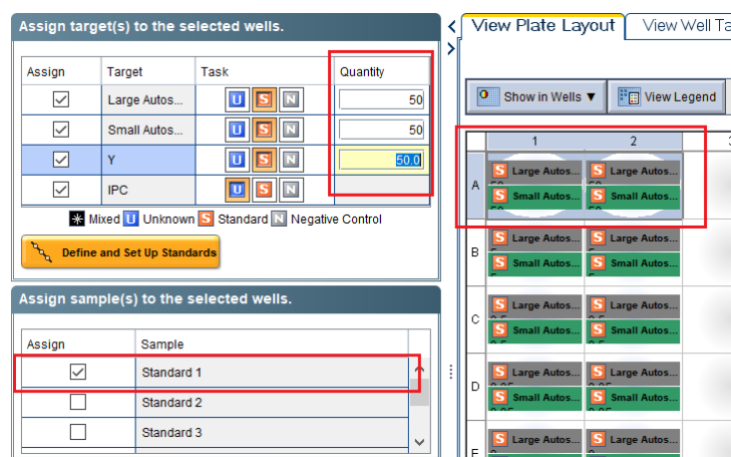

Рисунок 19
13. Выбрать повторы калибровочных образцов **St1**, задать в графе «Quantity» концентрацию **50** и присвоить в графе «Sample» название **Standard 1** (рисунок 19).